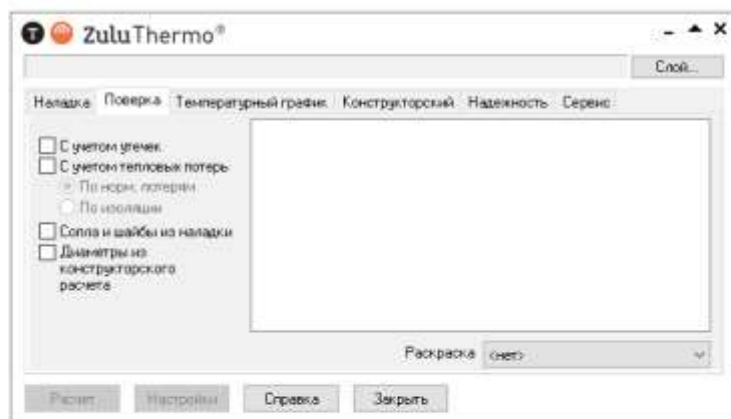

Рисунок 11.2. Вкладка «Поверка» диалога теплогидравлических расчетов
1. Выполните команду главного меню Задачи\ZuluThermo или нажмите кнопку  панели инструментов. Откроется окно теплогидравлических расчетов (смотрите Рисунок 11.2, «Вкладка «Поверка» диалога теплогидравлических расчетов»).